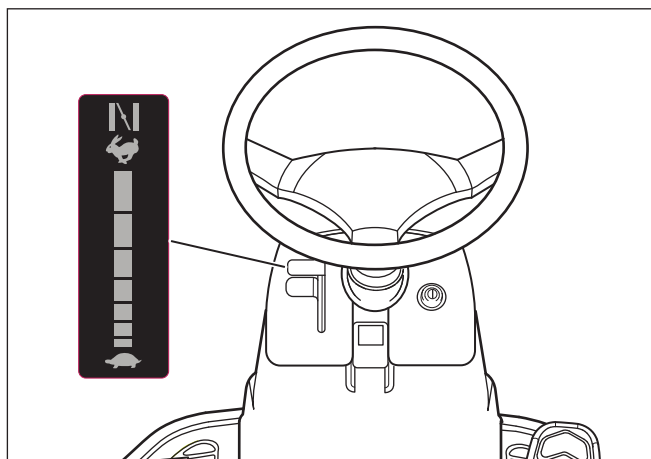

Figura 8
1. Desloque o controlo da válvula reguladora/ estrangulador completamente para a frente para a posição **ESTRANGULAMENTO** para arrancar o motor a frio (consulte a **Figura 8**).
3. Desloque o controlo da válvula reguladora para a posição RÁPIDO (consulte a **Figura 8**).
5. Desloque o controlo da válvula reguladora para a posição LENTO (consulte a Figura 8).
3. Desloque o controlo da válvula reguladora para a posição entre as posições RÁPIDO e LENTO (consulte a **Figura 8**).